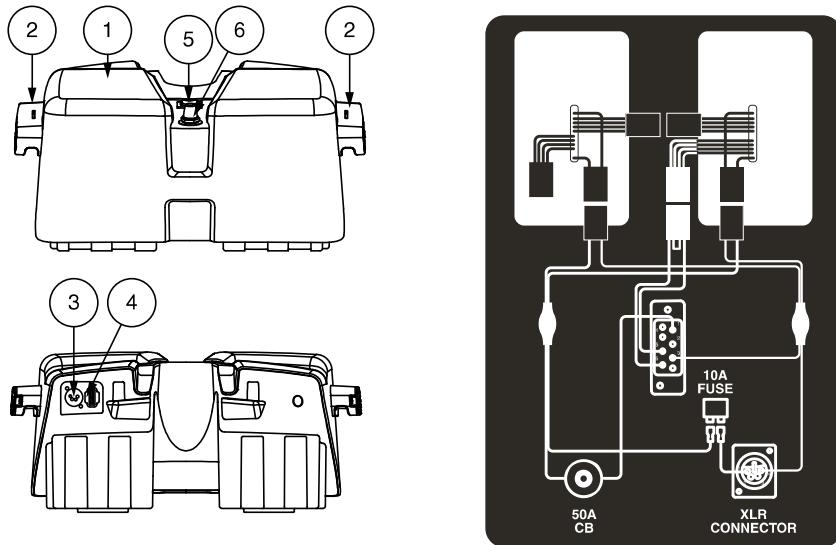

Figure 4. Module à batteries
Votre véhicule est équipé d'un module à batterie innovateur facilement enlevable. Une poignée située sur le dessus facilite l'enlèvement du véhicule d'une seule main. Selon la configuration de votre véhicule, la batterie contient une ou deux batteries rechargeables et peut contenir la prise du cordon d'alimentation du chargeur, le disjoncteur principal (bouton de réinitialisation) et le fusible de la batterie. **Voir la figure 4.**
Lorsque les batteries sont faibles et que la demande est excessive (charge lourde ou pente forte) le disjoncteur peut se déclencher pour éviter d'endommager les composantes électroniques et le moteur. **Voir la figure 4.**
Le fusible situé sous le boîtier à batteries protège les composantes électroniques de la console. **Voir la figure 4.** Si la console cesse de fonctionner, vérifiez ce fusible. Voir VII. "Problèmes et solutions" pour les instructions de remplacement.
**NOTE:** Assurez-vous que l'interrupteur de déconnexion de la batterie est en position "marche" (-) avant de charger la batterie de votre véhicule. La batterie ne se chargera PAS si le coupe-batterie est en position « off » (O). **Voir figures 4 et 9.**
*NOTE: Assurez-vous que l'interrupteur de déconnexion de la batterie est en position "marche" (-) avant de charger la batterie de votre véhicule. La batterie ne se chargera PAS si le coupe-batterie est en position « off » (O). Voir figures 4 et 9.*
**AVERTISSEMENT!** En cas d'urgence, les batteries peuvent être rapidement déconnectées en plaçant le coupe-batterie en position « off » (O). Faites attention. Sachez que couper l'alimentation du véhicule peut provoquer un arrêt brusque du véhicule. Pour libérer le arrêt d'urgence et rétablir la capacité de conduite du véhicule, placez le coupe-batterie en position « marche » (-). Voir figures 4 et 9.
- Assurez-vous que le fusible du module à batteries est en bon état. **Voir la figure 4.**